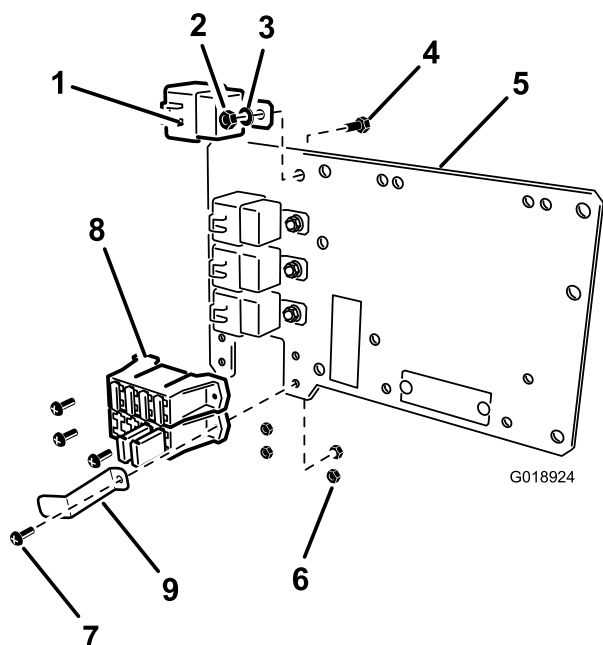

Figura 12
- Fixe 4 relés à parte da frente da placa de montagem utilizando 4 parafusos (1/4 x 5/8 pol), 4 anilhas de bloqueio (1/4 polegada), e 4 porcas & Nut1_4 como se mostra em Figura 12.
2. Fixe as extremidades do bloco de fusíveis da cablagem e a fixação do fusível à placa de montagem utilizando 4 parafusos (#10) e 4 porcas (#10) como se mostra em Figura 12.